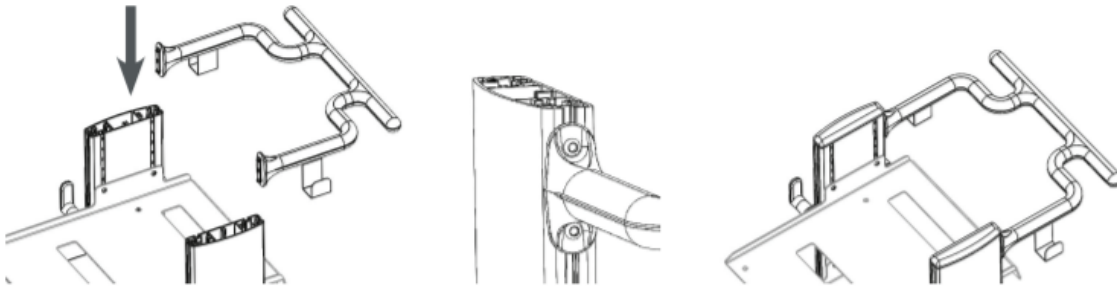

Abbildung 6 – Montage des Griffs
- b. Ziehen Sie alle 4 Schrauben am Handgriff des Rollwagens mit dem mitgelieferten 4-mm-Inbusschlüssel fest. Siehe Abbildung 6 unten.